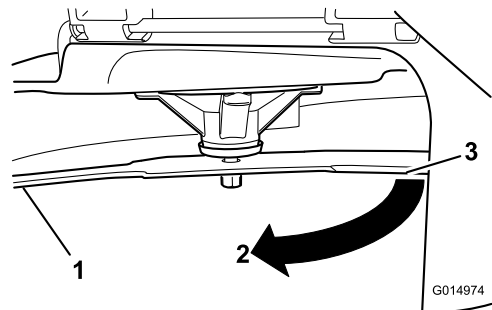

Figure 62
4. Tournez la même lame de 180 degrés pour amener l'autre tranchant à la même position (Figure 62).